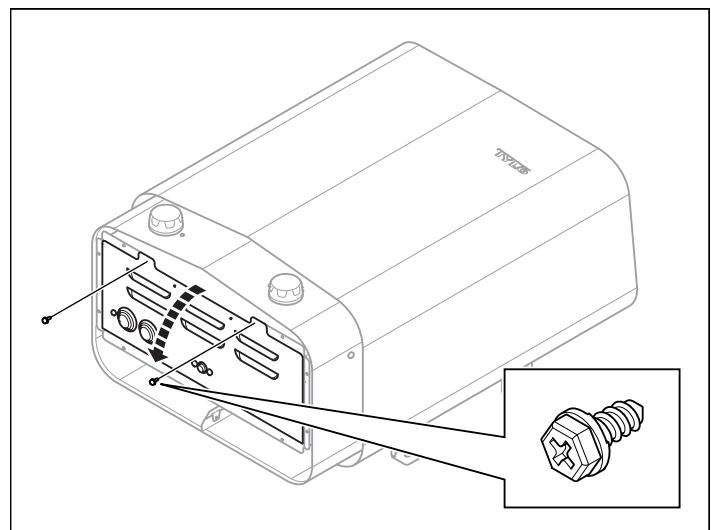

Fig 5: Öppna/stänga luckan
2. Lossa skruvarna och öppna luckan (se Fig 5).
4. Stäng luckan och skruva i skruvorna (se Fig 5).